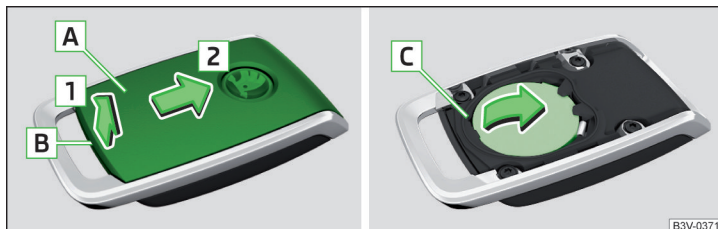

Fig. 331 Démontage du cache / retirer la pile
- Avec un tournevis à tête plate fin, détachez le cache **A** au niveau de **B** » fig. 331 .